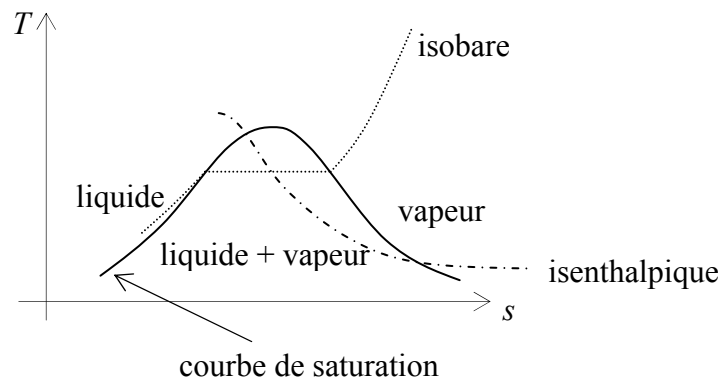

Figure 6 : diagramme entropique
3.2/ On utilise le diagramme entropique de l'eau dans lequel la température est placée en ordonnée et l'entropie massique en abscisse (figure 6).